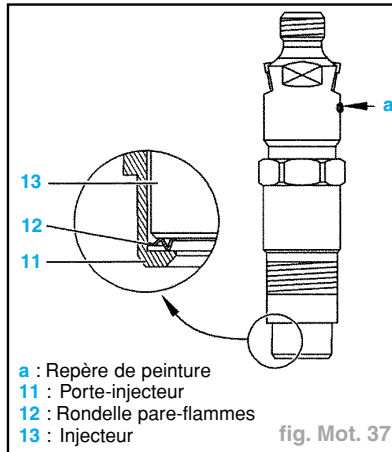

fig. Mot. 37
Nota : La rondelle pare-flammes (12) se trouve à l'intérieur du porte-injecteur (fig. Mot. 37).